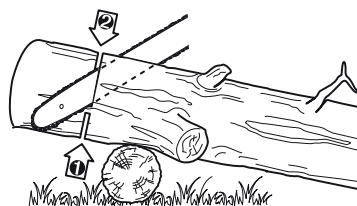

Fig. 39
- > Si le tronc est appuyé au sol sur toute sa longueur (Fig. 39), coupez-le par le dessus.
- > Si le tronc est surélevé d'un seul côté (Fig. 39), coupez environ 1/3 de son diamètre par en dessous, puis terminez la coupe par le dessus, de manière à rejoindre la première entaille.